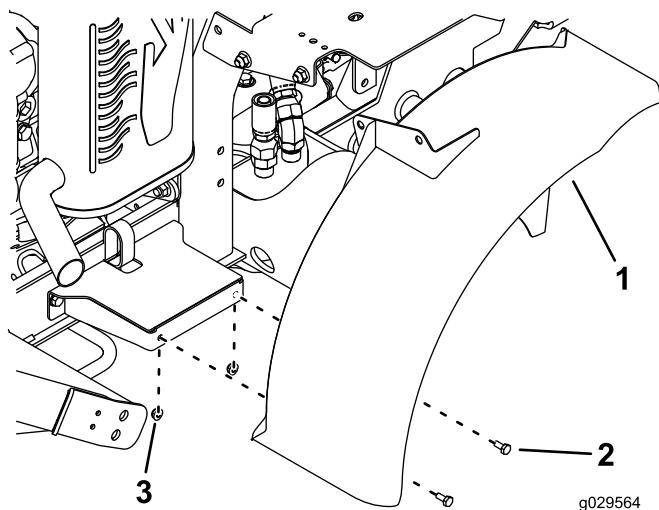

Рисунок 7
11. Установите, не затягивая, правое крыло на узел крепления крыла при помощи 2 болтов (1/4 x 5/8 дюйма) и 2 гаек (1/4 дюйма), как показано на Рисунок 7.
12. Присоедините, не затягивая, кронштейн на верхней части крыла к кронштейну топливного бака с помощью 2 болтов (3/8 x 3/4 дюйма) и 2 фланцевых гаек (3/8 дюйма), как показано на Рисунок 7.